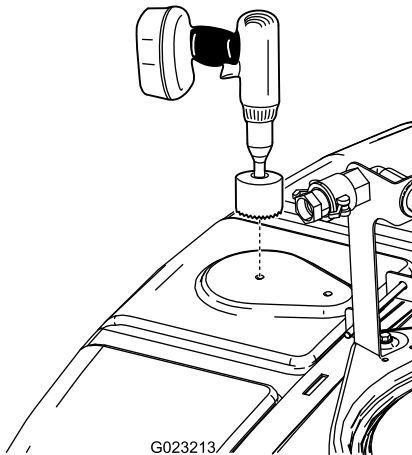

Bild 13
1. Ermitteln Sie die vordere Stelle oben am Behälter, wie in Bild 13 abgebildet.
2. Benutzen Sie eine 9 cm Lochsäge, um ein Loch in die Bohrmarkierung zu bohren (Bild 13).